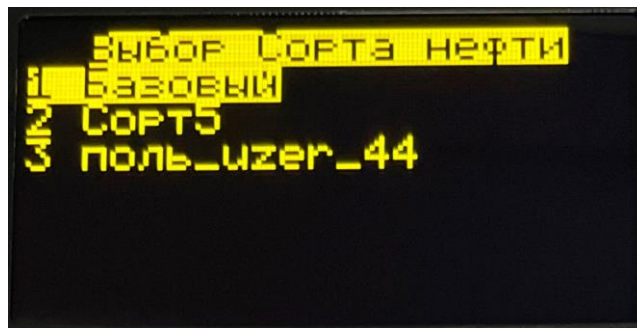

Рисунок 6 – Окно «Выбор сорта нефти»
6.7. В режиме **Выбор сорта нефти** (рис. 6) на дисплее отображается список внесенных в память влагомера сортов нефти (условное название месторождения, номер узла учета, НПС либо другое понятное потребителю обозначение сорта).